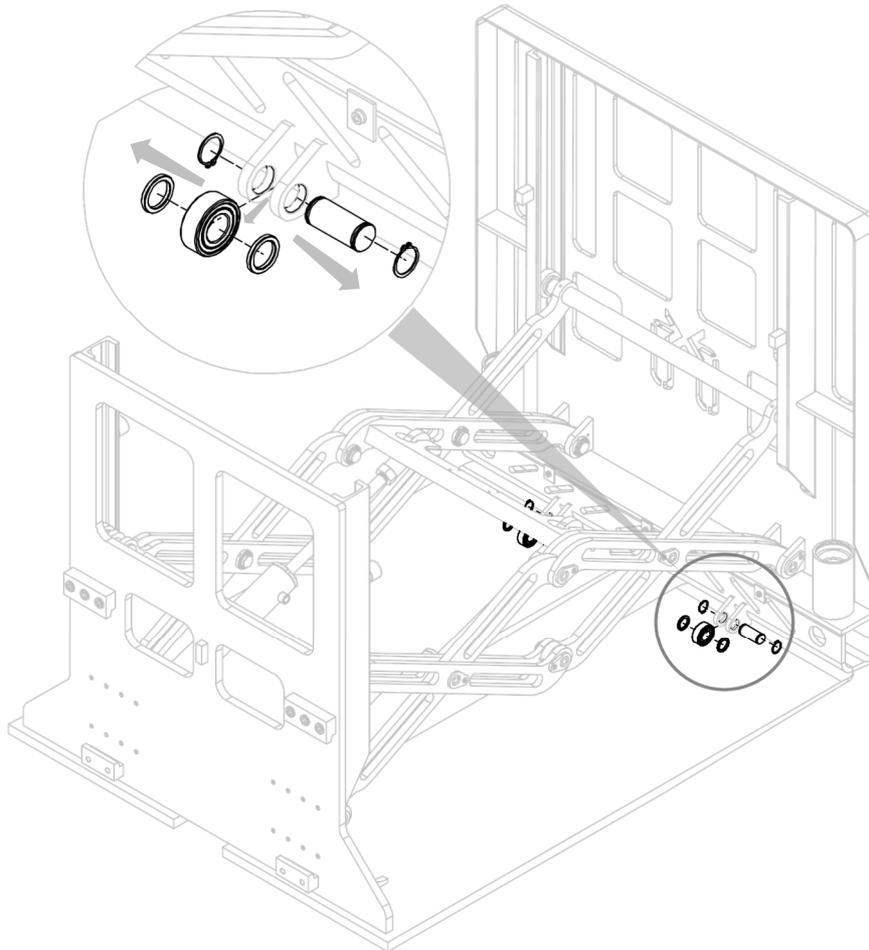

Figure 17
2. Retirer les roulements (avec leurs entretoises) après avoir retiré les goupilles (avec leurs anneaux élastiques) qui les bloquent (voir *Figure 17*).